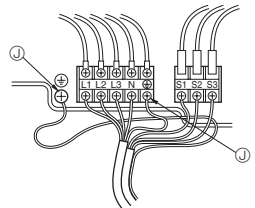

Fig. 7-2
7.1. Utomhusenhet (Fig. 7-1, Fig. 7-2)
- ① Ta bort servicepanelen.
- ② Hänvisa till fig. 7-1 och fig. 7-2 när kablarna dras.